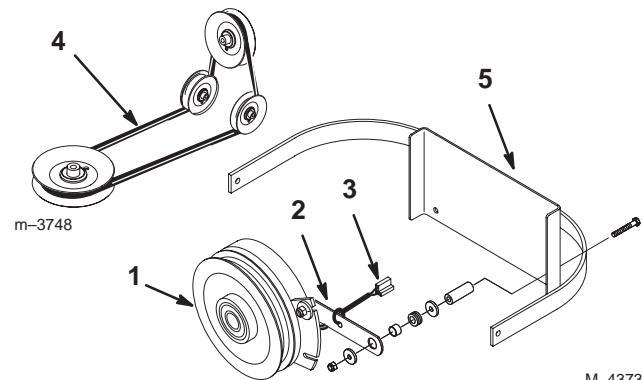

Figure 61
2. Retirez la barrette de retenue de l' embrayage du bâti de la machine et débranchez la borne de l' embrayage du faisceau de câblage (Fig. 61).
7. Posez la barrette de retenue de l' embrayage et branchez la borne de l' embrayage au faisceau de câblage (Fig. 61).